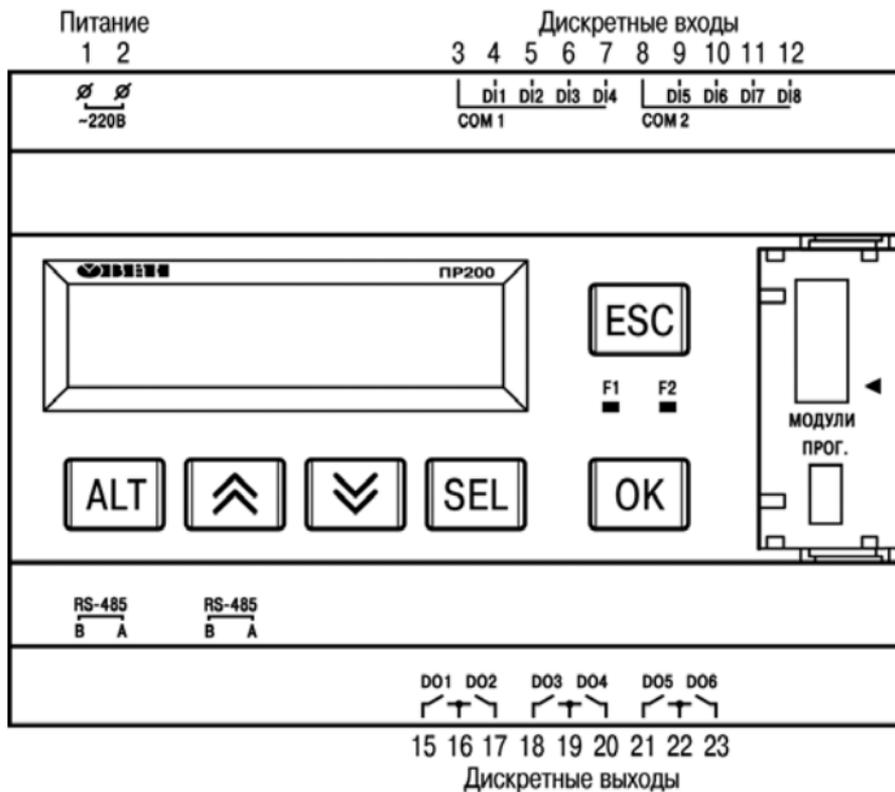

Рисунок 3.1 – Вид на лицевую сторону PR200 (крышка условно не показана)
3.1.2 Корпус прибора имеет ступенчатую трехуровневую форму. На лицевой (передней) плоскости корпуса расположены элементы индикации и управления, на задней поверхности корпуса расположены защелки крепления прибора на DIN-рейке. **На верхних и нижних ступенчатых поверхностях** корпуса размещены разъемные соединения прибора (клеммники), через которые осуществляется подключение исполнительных механизмов, дискретных и аналоговых датчиков, линий связи RS485 и других внешних связей (см. рисунок 3.1). Схемы подключения к клеммам прибора приведены в п. 7.2.